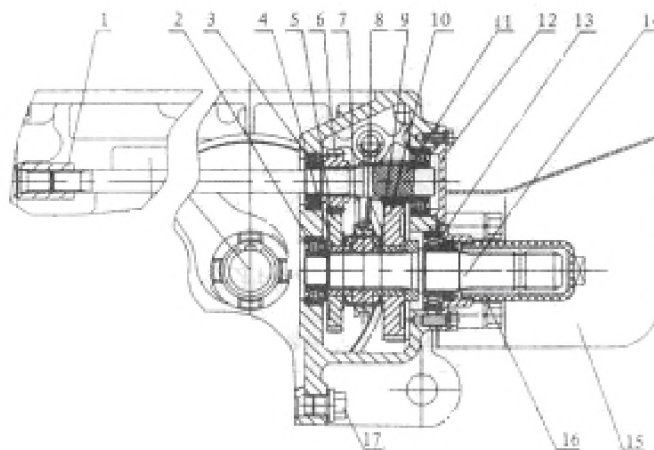

Рисунок 4-13. Двухскоростной вал отбора мощности.
Механизм управления двухскоростным валом отбора мощности (рисунок 4-13) состоит из шлицевого паз (1), высокоскоростной ведущей шестерни вала отбора мощности (6), высокоскоростной ведомой шестерни вала отбора мощности (5), низкоскоростной ведомой шестерни вала отбора мощности (10), трубки зацепления (8), вал отбора мощности (14), низкоскоростная ведущая шестерня вала отбора мощности (11), которые собраны вместе с приводным валом и механизмом управления. Защита вала отбора мощности поставляется по желанию пользователя.